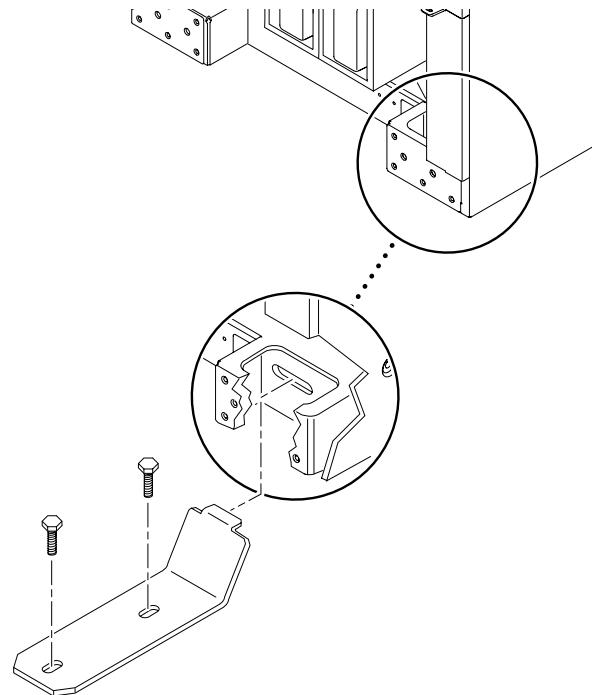

図 3-6 床への Sun Fire キャビネットの留め具の固定
- 手順 2 および手順 6 で保管した正面留め具および背面留め具を使用して、システムを設置場所に固定します(図 3-6)。